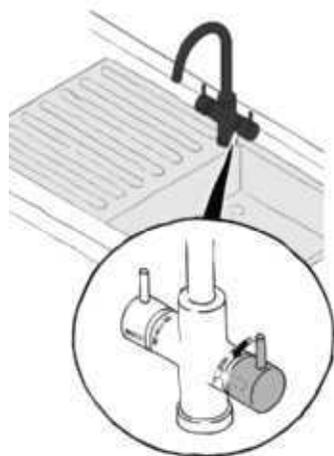

Abb. 5
1. Temperatur einstellen (Abb. 5):
Durch Stellen des Hebels in eine Zwischenposition kann die Temperatur stufenlos eingestellt werden (Abb. 5).